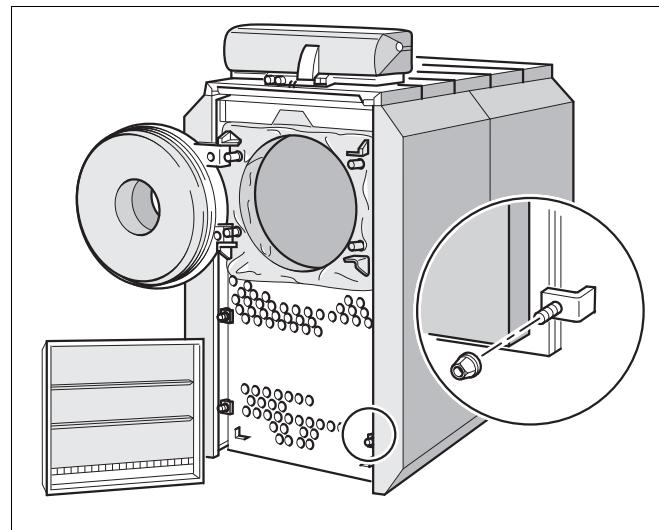

Рис. 29 Снятие обратной камеры и открытие дверцы горелки
- Ослабьте винты на зажимных уголках, поверните уголки и снимите обратную камеру (рис. 29).
- Установите обратную камеру и закрепите зажимными уголками (рис. 29). Соблюдайте ее монтажное положение.